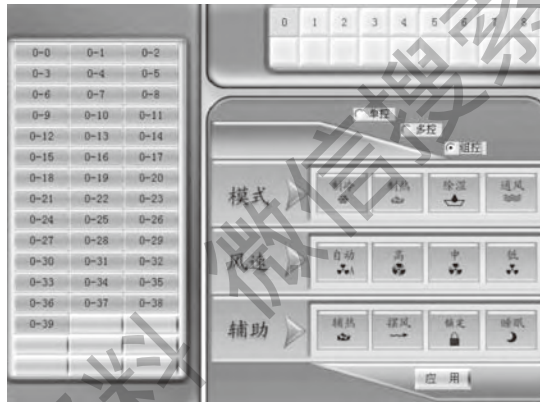

图5
■ 组控：用户通过监控软件可以对同一组内的全部内机作同一操作（如图5）。